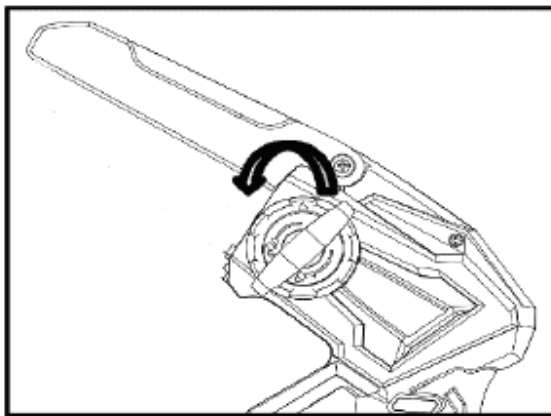

Рис.6
2. Відпустіть ручку фіксатора направляючої пластини проти годинникової стрілки та відкрийте бічну кришку (Див. рис. 6).